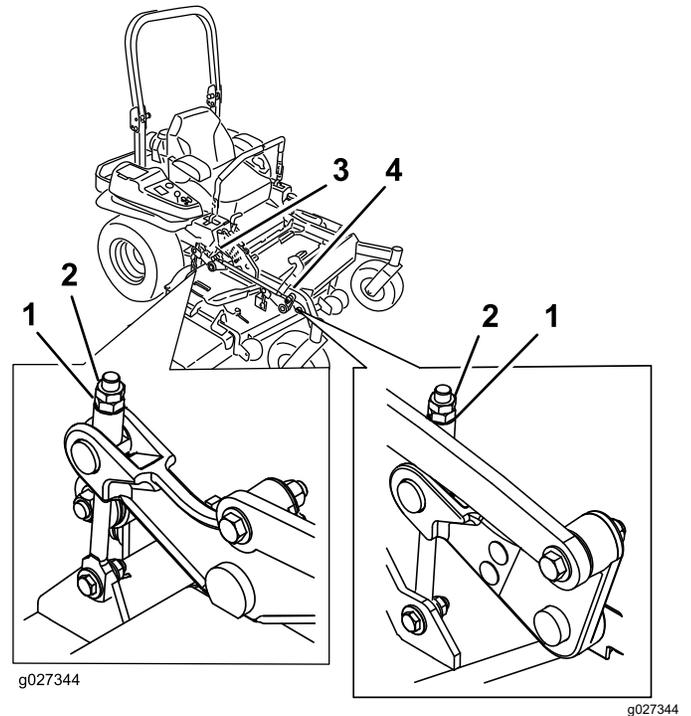

図 100
10. フロントデッキリフトアセンブリの調整ナットを回して微調整する (**図 100**)。